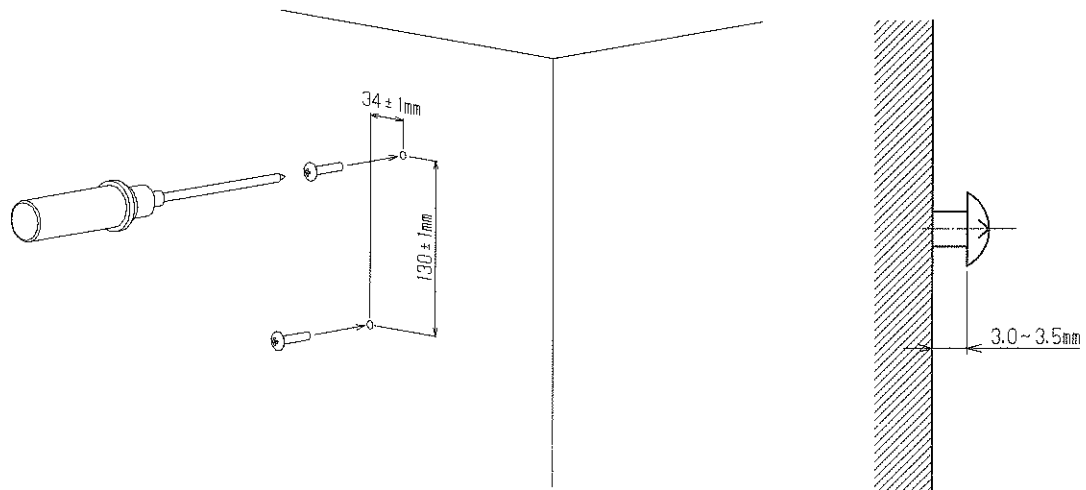

図 4-39 壁掛け用ネジの取り付けと取り付け穴位置
- ・ 壁に2ヶ所の穴を開けて、壁掛け用ネジ(付属品②)を固定します。(図 4-39 参照)